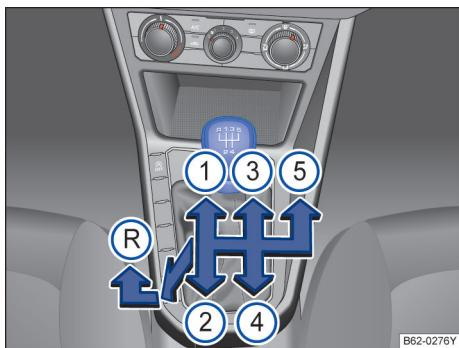

图 92 5 挡手动变速箱挡位示意图。
- 停顿数秒钟后下压换挡杆，然后往左推到底，再将换挡杆向前推至换挡手柄上所示的倒挡位置→图 92 (R)